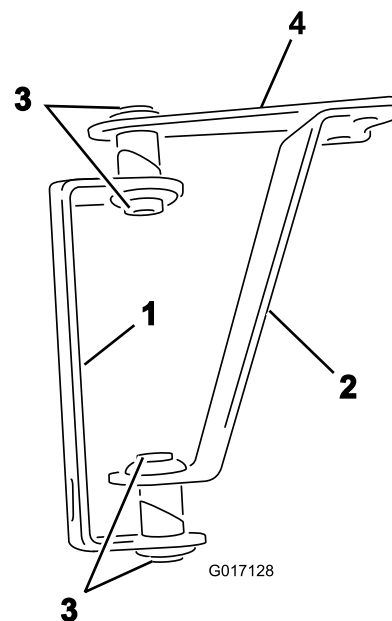
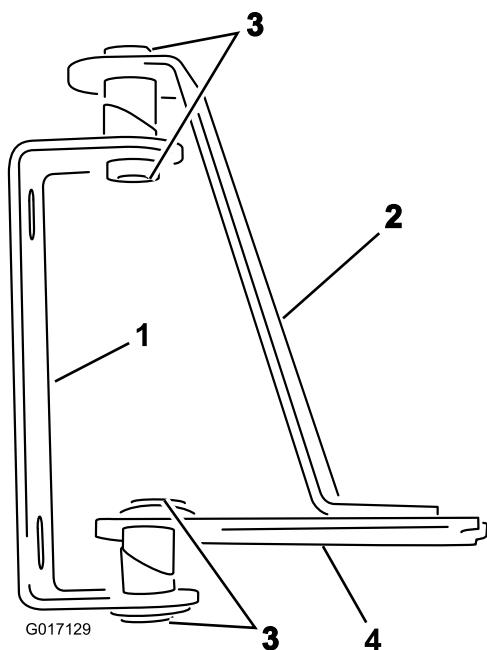

Figura 1
Figura 2
1. Coloque las bisagras y las pletinas según se muestra en Figura 1 (para el brazo abierto) o Figura 2 (para el brazo cubierto).
- Coloque los casquillos en los tubos soldados de las bisagras y de las pletinas, según se muestra en Figura 1 o Figura 2.